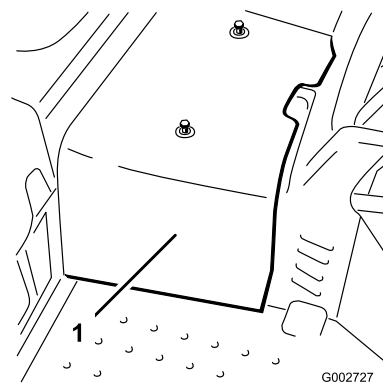

図 41
2. 中央シュラウドを機体に止め付けているネジ2本を外してシュラウドを機体から取り外す(図 41)。